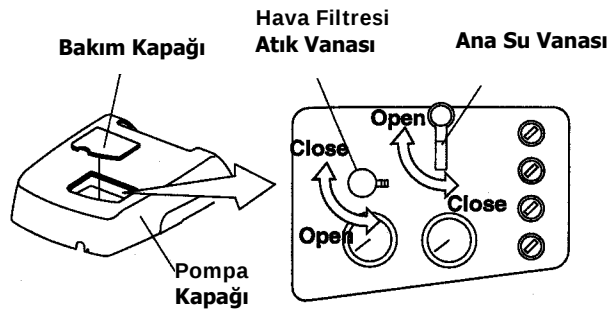

Fig. 4-5 Hava Filtresi Atık Vanası ve Ana Su Vanası
(4) Dezenfeksiyon
(5) Hava Filtresi Atık Vanası (Fig. 4-5)
(6) Ana Su Vanası (Fig.4-5)